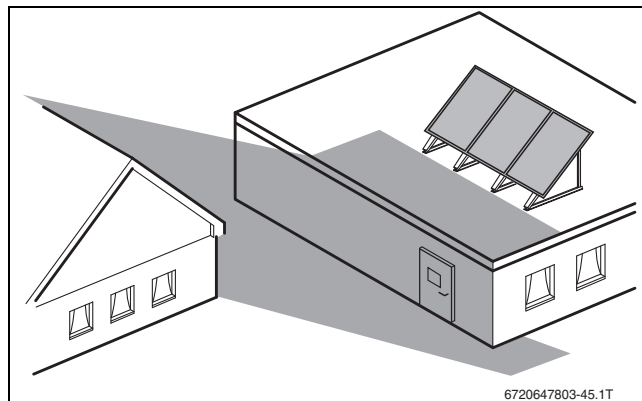

Fig. 10
- Eviter les ombrages éventuels (→ fig. 10 et 17).